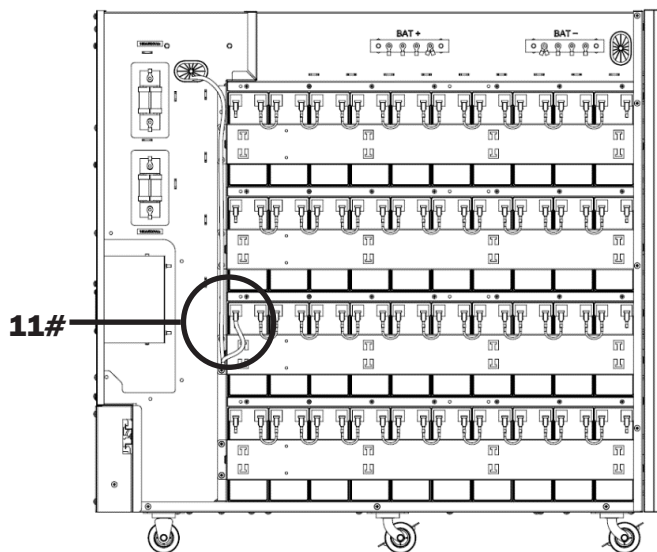

Figure 5-17A
23. Connecter la batterie 10- du groupe 2 à la barre du bus de la batterie N (BAT N) (Figure 5-17A).